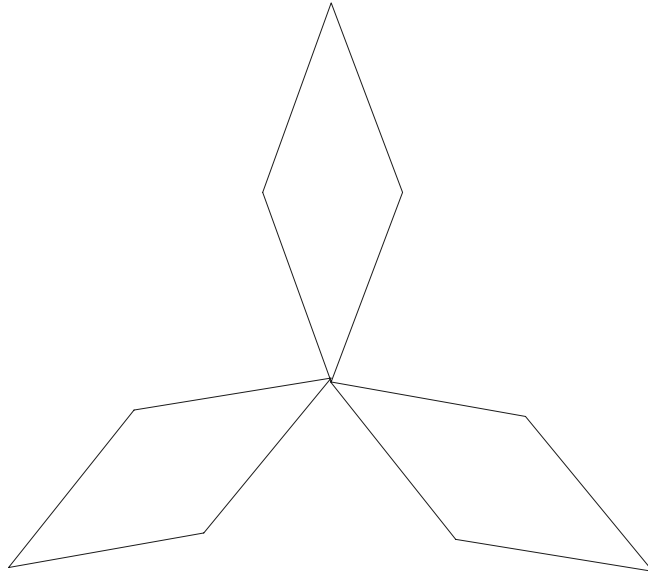

Рис. 2.6.1.
1. Нарисуйте знак известной фирмы Mitsubishi. Кто не помнит этот знак посмотрите на (рис. 2.6.1.).